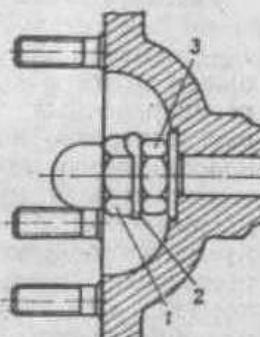

Рис. 9. Узел регулировки подшипников ведомого вала колесного редуктора (подшипников колес):
- отогни края стопорной шайбы 2 (рис. 9) с гранью специальной гайки 1;